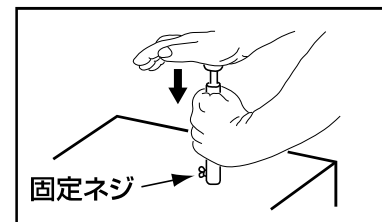

図42
4. 安定した台や机の上に、固定ネジ側の端面を下にして置き、手のひらで強く押すと、ドリル内部の切屑が除去できます。 図42 参照